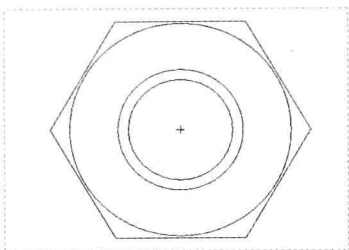

图 2-106 偏移草图
Step 04 单击“接受值”按钮,并单击“类型”对话框中的“关闭”按钮,即可偏移草图,如图 2-106 所示。